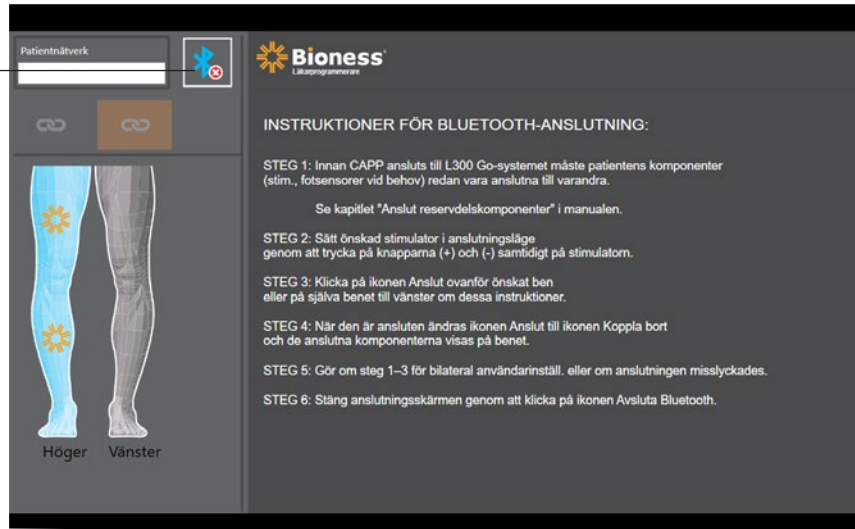

Bild 9-1: Länkningskärmen
4. Klicka på länkningsikonen ovanför önskat ben. Se bild 9-1.